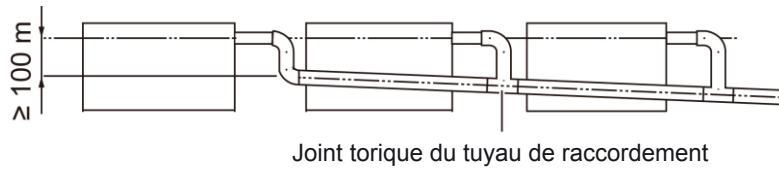

Fig 4.3.4
- (4) En cas de connexion de plusieurs tuyaux d'évacuation, suivre les instructions indiquées sur la Fig 4.3.4. Choisir un collecteur d'évacuation correspondant à la capacité de l'unité.